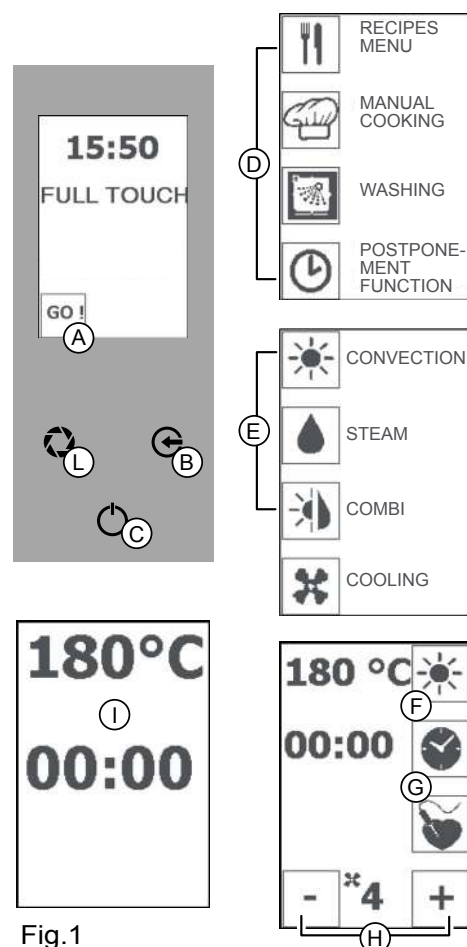

Fig.1
**Na 3 minuten van inactiviteit verschijnen de temperatuur en de kooktijd op het scherm (Afb. 1/I). Druk op de toets "ENTER" om terug te keren naar het scherm met de ingestelde parameters**
**Functie "PAUZE": druk op de toets "ENTER" (Afb.1/C) om de actuele functie te onderbreken en druk opnieuw op de toets "ENTER" (Afb.1/C) om het koken te hervatten**
Druk op de toets "ENTER" (Afb. 1/C) om het koken te onderbreken.
Druk meerdere malen op de toets "ESC" (Afb. 1/B) om naar het beginscherm terug te keren.
Druk op de icoon "GO!" om het hoofdmenu te activeren (Afb. 1/A).
Druk op de icoon "HANDMATIG KOKEN" (Afb. 1/D) en selecteer de gewenste kookwijze: CONVECTIE (Afb.1/E).
Druk op de toets "TEMPERATUUR" (Afb.1/F) en gebruik de toetsen "MIN" en "PLUS" om de temperatuur in te stellen tussen 25° en 40°. Druk op de toets "TEMPERATUUR" om te bevestigen.
Druk op de toets "TIJD" (Afb.4/G) en gebruik de toetsen "MIN", "PLUS" (Afb.1/H) om de tijd in te stellen tussen oneindig, 1 minuut en 09:00 uren/minuten.
Druk op de toets "ENTER" (Afb.1/C) om het proces te onderbreken.
Functie “PAUZE”: druk op de toets “ENTER” (Afb.1/C) om de actuele functie te onderbreken en druk opnieuw op de toets “ENTER” (Afb.1/C) om het koken te hervatten